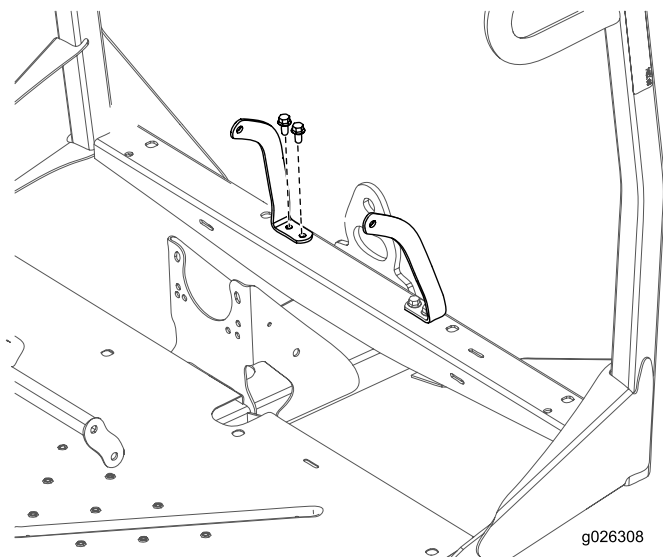

Figura 8
5. Prenda fixação do cinto de segurança esquerdo e direito na estrutura frontal com 4 parafusos (3/8 x 3/4 pol.) e 4 porcas (3/8 pol.) como se mostra na Figura 8.